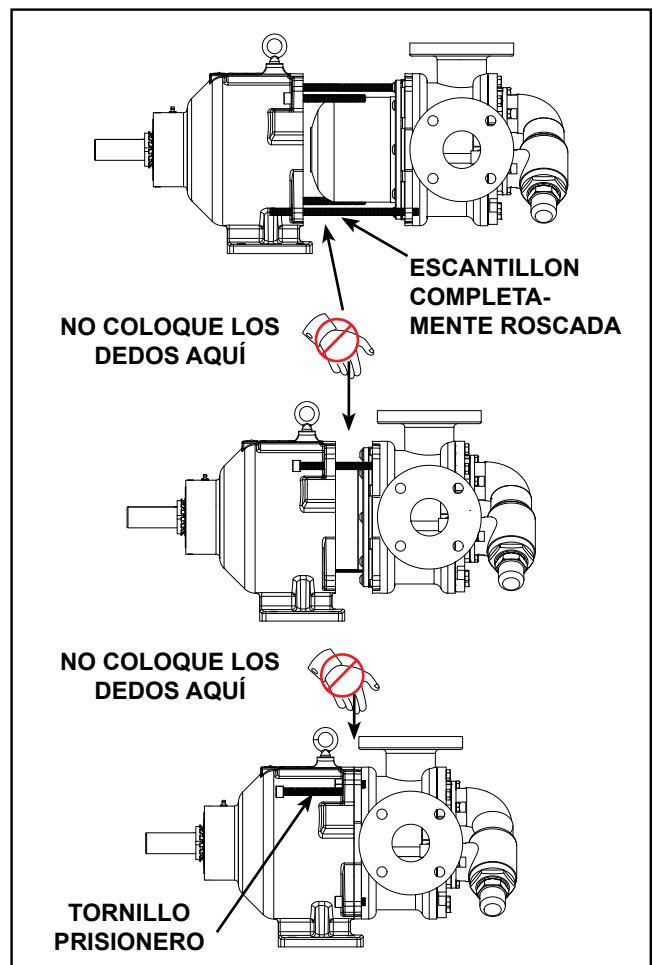

FIGURA 13
No coloque los dedos en la parte delantera de la brida de montaje de la bomba. Alinee el contenedor en el diámetro interior del soporte y deslícelo con suavidad. Cuando los imanes comiencen a ser embragados, la unidad termina el embrague por sí misma muy rápidamente, a menos que se use correctamente el tornillo prisionero de 1/2 x 5 pulgadas. Asegúrese de que los dedos no estén en la parte delantera de la bomba. Consulte la Secuencia en la Figura 13.
15. Inserte dos tornillos de cabezas huecas de ½" X 5" completamente roscados en el soporte hasta que estén completamente extendidos en la parte delantera del soporte para controlar el ensamble de la bomba, consulte la **Figura 13**. Para mantener los conjuntos de bomba y soporte alineados adecuadamente a fin de obtener seguridad adicional, se recomienda usar 2 longitudes de varillas completamente roscadas (6-8") en ubicaciones de tornillos prisioneros diagonales del plato adaptador y deslice a través de los orificios correspondientes en el soporte.